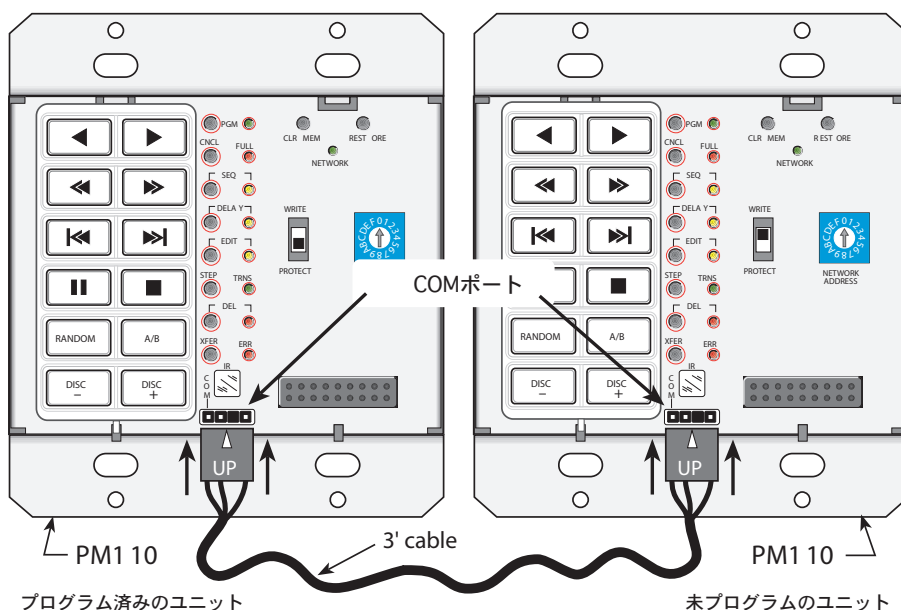

図29 PM110同士のCOMポート転送
1. PM110に付属の7cm程度のケーブルを用い、図29の様に単純に各ユニットのCOMポートに接続します。転送時、キーモジュールの取り付けはしなくても構いません。
3. 図29の様にプログラムしたい方のユニットのWRITE/PROTECTスイッチをWRITE側とします。